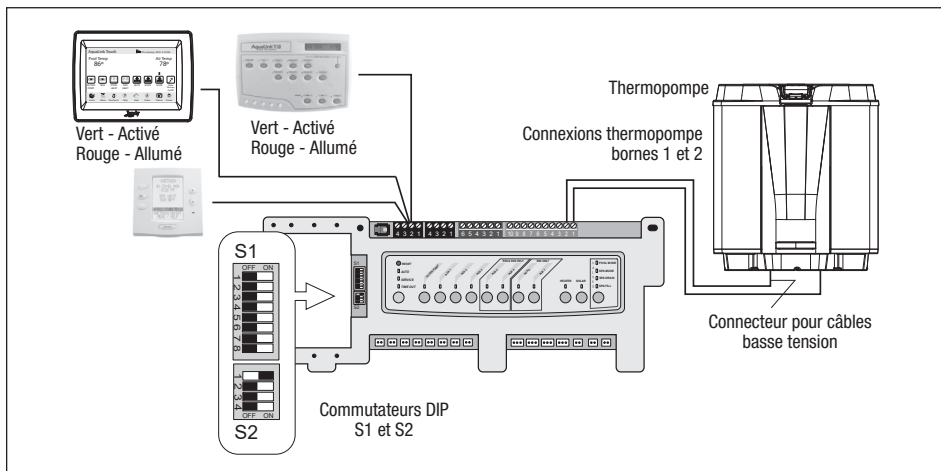

Figure 12. AquaLink® RS à thermopompe Jandy JRT - connexion T-Stat (2 fils)
3. Acheminer les fils du système de contrôle de la piscine/du spa dans le conduit de connexion étiqueté « Low Voltage Connection », situé en bas à droite de la thermopompe (voir Figure 12).